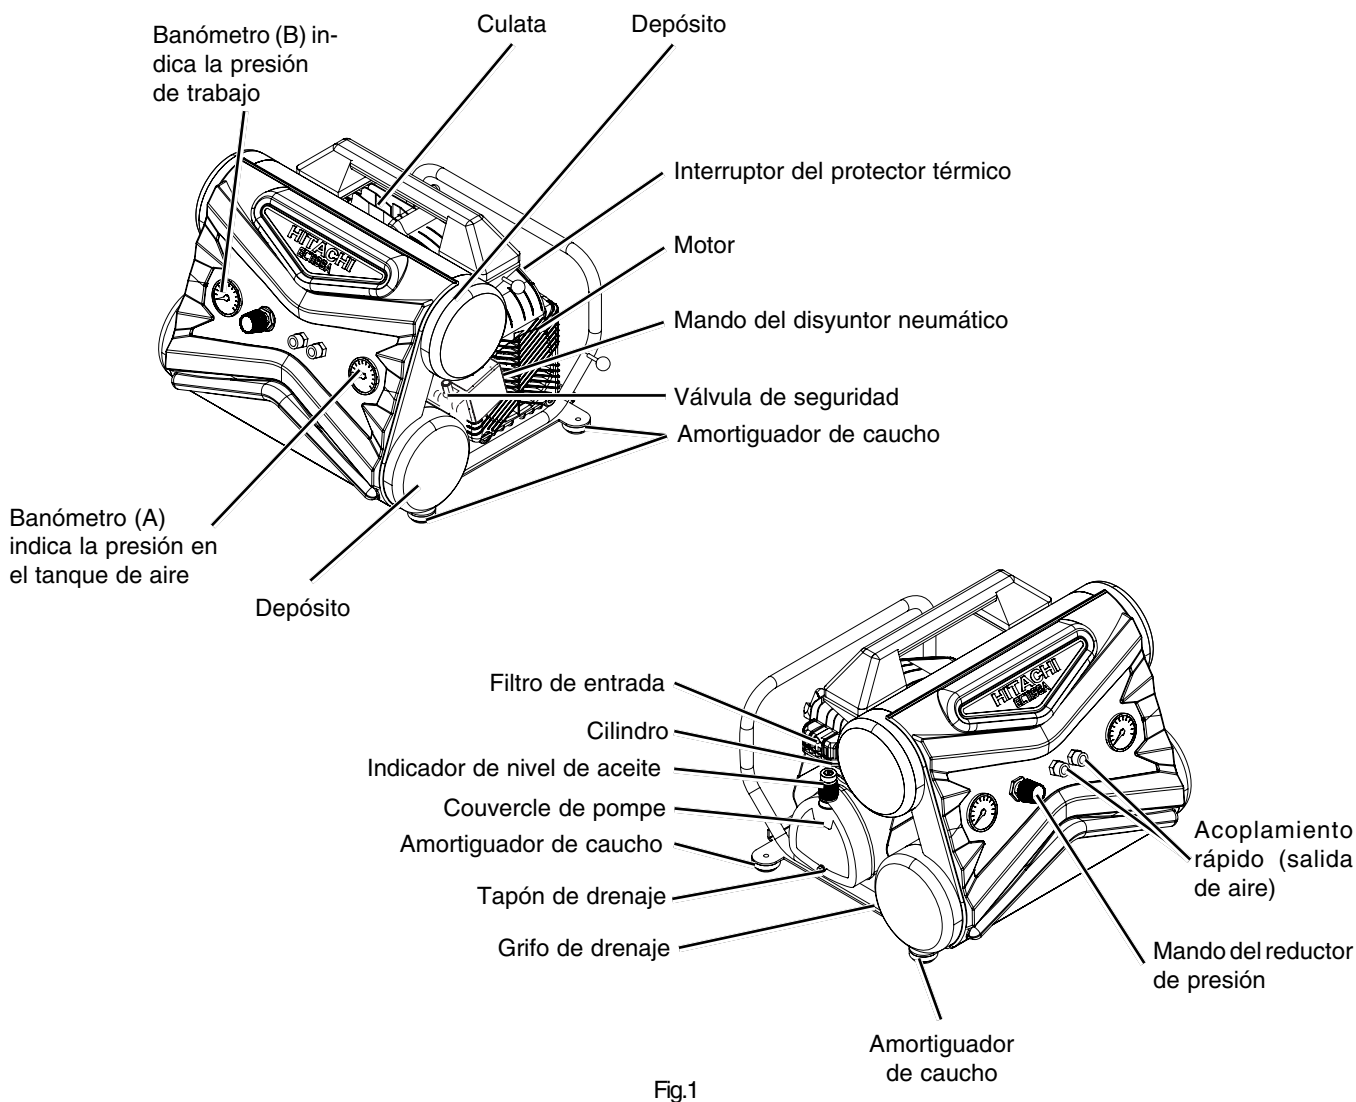
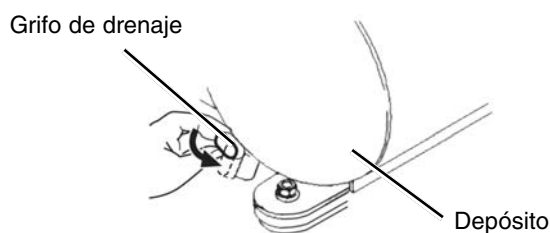
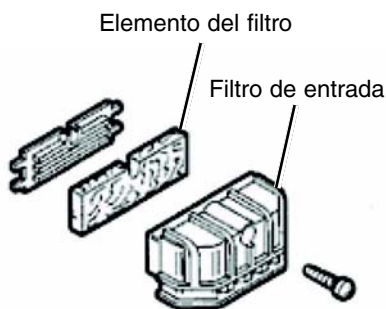
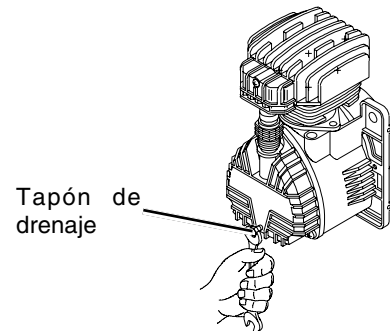

Fig.1
Fig.7
Fig.9
Fig.10
NOTA: Cuando se usa o se guarda el compresor, colocar 4 parachoques de goma debajo del piso de l compresor (Consulte la Fig. 1).
(1) Gire el mando del disyuntor neumático hasta la posición "OFF" (Consulte la Fig. 1 y la Fig. 2).
(2) Desconecte el enchufe del tomacorriente.
(3) Abra el grifo de drenaje situado en la parte inferior del depósito (Fig. 7).
Quite el filtro de entrada (Consulte la Fig. 1) cada 50 horas, o una vez a la semana, y limpie el interior del mismo y de su elemento con aire comprimido (Fig.9). Utilice un destornillador Philips para desmontar el filtro de entrada.
Drene el depósito diariamente, o después de 4 horas de utilización. Abra el grifo de drenaje e incline el compresor para vaciar el agua acumulada (Consulte la Fig. 7).
- (1) Antes de las primeras 50 horas de operación, reemplace completamente el aceite del elemento de la bomba. Afloje el tapón de drenaje del aceite de la cubierta del compresor, drene todo el aceite, y atornille otra vez el tapón (Consulte la Fig. 1 y la Fig. 10).